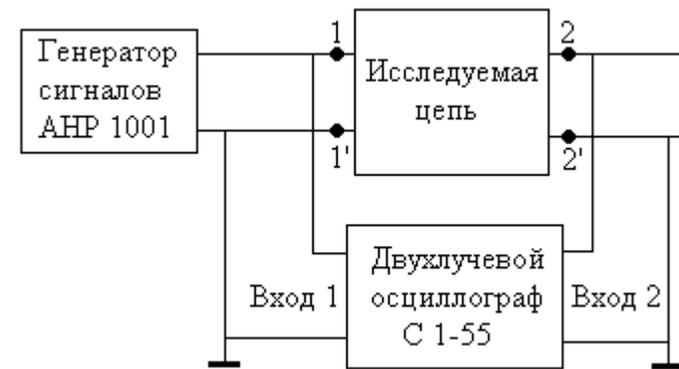

Рис. 40
1. Схема лабораторной установки показана на рис. 40.